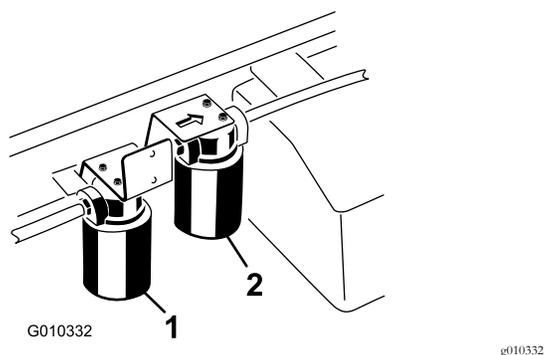

图75
- 在过滤器下面放置一个放油盘并拆下过滤器 图75。
- 清洁高流量过滤器安装区周围的区域 图75。